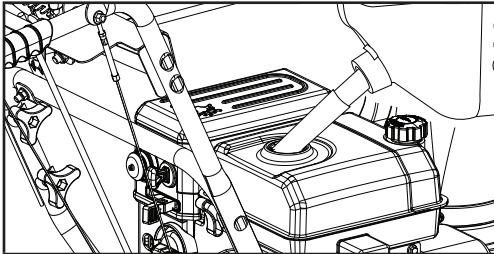

Figure 17
1. Enlevez le bouchon du réservoir d'essence (figure 17).